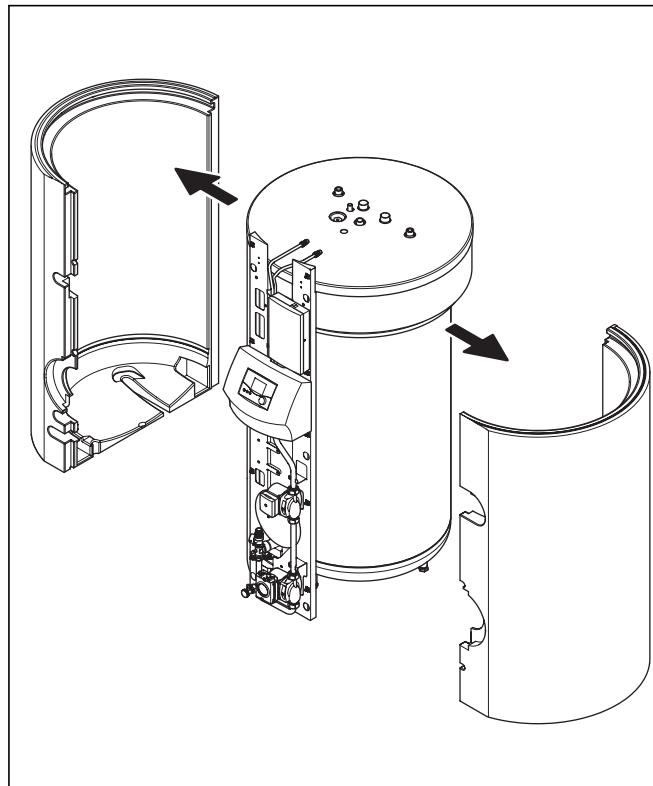

Fig. 4.8 Retrait de l'isolation
- Montez l'isolation en procédant du haut vers le bas, cf. fig. 4.8.